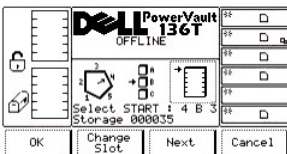

Figure 40. Command > Move > Scan Barcode > Dialog Change Slot
- 1 Si la touche de fonction **Next** est enfoncée, le paramètre source actif passe de magazine à slot et le dialogue Change Slot s'affiche. Reportez-vous à la Figure 40.